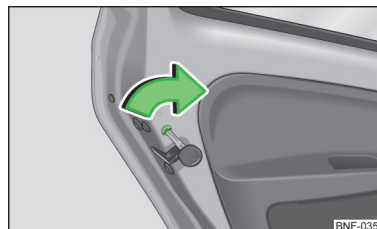

Fig. 10
- Rotiți fanta siguranței din portiera stânga în sensul orar » fig. 10, la portiera din dreapta în sens antiorar.